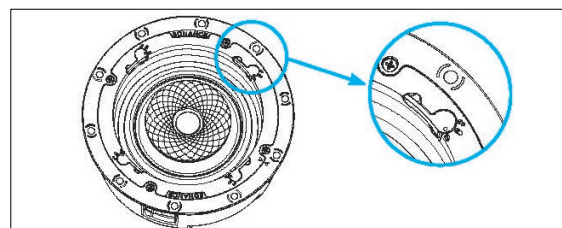

図 1：ラッチが [Lock] 位置にある状態
1. スピーカーモジュールの Flex Frame ラッチが [Lock] 位置にあるか確認します。[Lock] 位置の場合、スピーカーは一体型のままです（図 1 参照）。